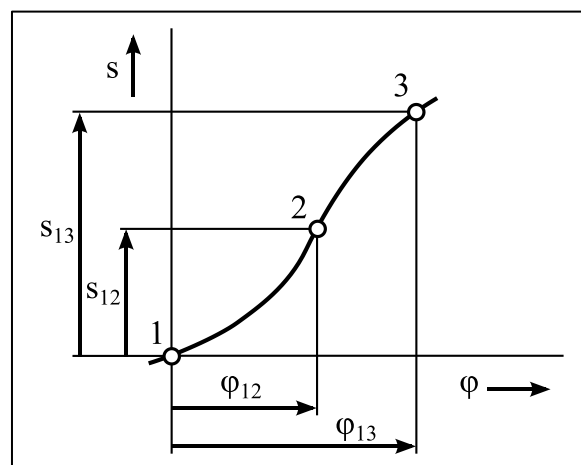

Bild 1: Übertragungsfunktion
- 580.2 Die Koppel  $AB$  ist um einen Koppelpunkt  $C$  zu erweitern und so zu ermitteln, dass über den dort angelenkten Zweischlag  $CDD_{0\infty}$  die Punkte 1, 2 und 3 in der im Bild 1 auf Blatt 1 dargestellten Übertragungsfunktion  $s = s(\varphi)$  exakt eingehalten werden